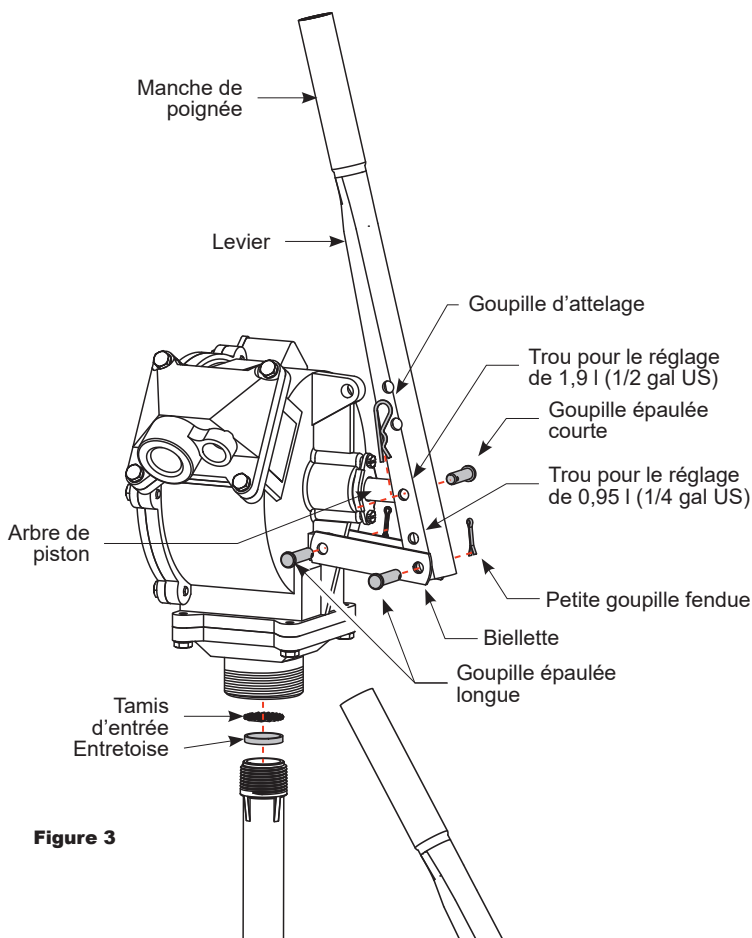
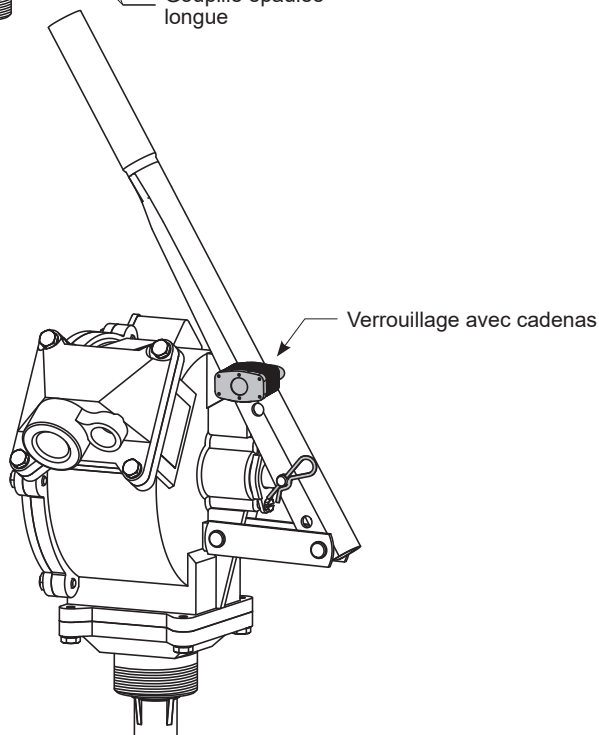

Figure 3
Figure 4
2. Insérer le tamis d'entrée (voir Figure 3) dans l'orifice du capot d'entrée.
3. Placer l'entretoise (voir Figure 3) dans l'orifice de capot d'entrée pour caler le tamis d'entrée.
Reportez-vous aux illustrations Figure 3 et Figure 4 à la page 8.
2. Pour installer les biellettes sur la pompe, insérer une goupille épaulée au travers des extrémités de la biellette et des trous pour biellette sur la pompe. Verrouiller avec une petite goupille fendue (voir Figure 3).
3. Fixer l'extrémité libre des biellettes au bas des surfaces extérieures du levier. Insérer une goupille épaulée longue au travers des trous sur la biellette et le trou le plus bas sur le levier. Verrouiller avec une petite goupille fendue (voir Figure 3).
5. Sélectionner le trou supérieur du levier de piston pour le réglage de 1,9 l (1/2 gal US) (voir la figure 3) ou le trou inférieur du levier pour le réglage de 0,95 l (1/4 gal US). Les réglages de débit peuvent être modifiés à tout moment en repositionnant l'arbre du piston sur le levier.
6. Verrouiller le levier de la pompe en poussant le levier contre la pompe et en insérant un cadenas dans l'un des trous supérieurs du levier et à travers le trou de verrouillage de la pompe (voir la figure 4).